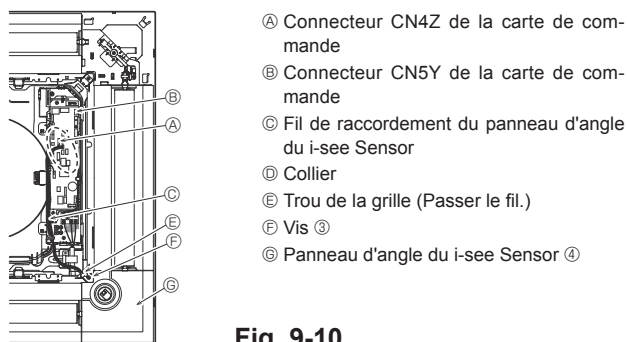

Fig. 9-10
9.4.6. Installation du panneau d'angle du i-see Sensor (Fig. 9-10)
- Acheminez le connecteur du fil de raccordement (blanc à 4 pôles et blanc à 5 pôles) du panneau d'angle du i-see Sensor ④ depuis le côté du boîtier électrique de l'appareil principal et raccordez-le aux connecteurs CN4Z et CN5Y de la carte de commande.